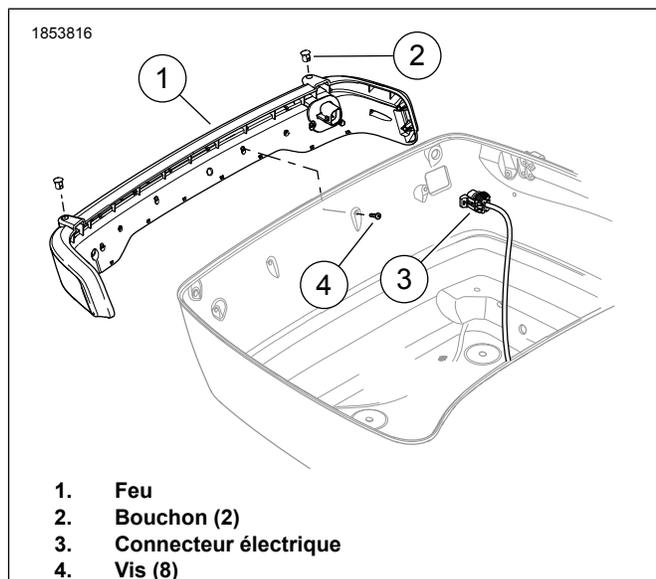

Figure 3. Feu enveloppant (typique)
7. Figure 3 Installer les bouchons (2) dans les trous supérieurs du feu.
1. Figure 3 Installer le feu (1).
2. Attacher avec des vis (4). Serrer.